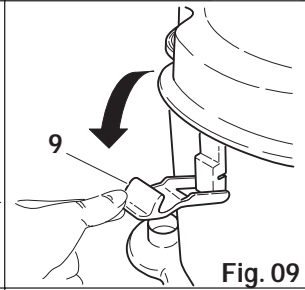

Fig. 09
- Sollevare il gruppo motore dalla vasca di raccolta sbloccando i ganci di chiusura (9) (fig. 09).
- Estrarre il sacchetto raccogliitore ecologico (24) tenendo il medesimo dalla parte del cartone ed estrarlo delicatamente dalla sede in cui è posto, chiudere il foro con l'apposito sportellino di cartone per evitare la fuoriuscita dello sporco.
- Introdurre un nuovo sacchetto raccogliitore ecologico (24).